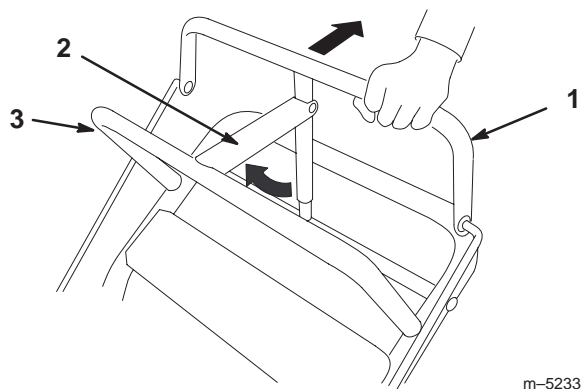

Figure 14
1. Tirez la barre de commande supérieure en arrière (Fig. 14) et maintenez-la dans cette position.
2. Soulevez le dispositif de verrouillage du frein de stationnement (Fig. 14) et relâchez progressivement la barre de commande supérieure. Le dispositif de verrouillage du frein doit rester bloqué (verrouillé) en position.
1. Tirez la barre de commande supérieure en arrière (Fig. 14). Abaissez le dispositif de verrouillage du frein de stationnement en position débloquée.